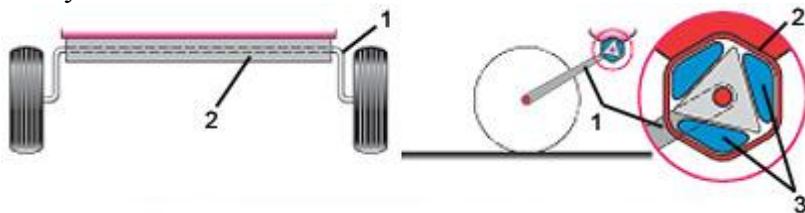

Рис.3. Устройство оси на резино-жгутовом торсионе
3.4.1 Ось на резино-жгутовом торсионе независимая (Рис.3.) состоит из трех профилированных труб (2), две из которых вставлены внутрь третьей. Между трубами защемлены резиновые жгуты (3). Наружная труба закреплена поперечно на раме. К торцам внутренних труб крепятся маятниковые рычаги (1) со ступицами. Подвески такого типа практически не требуют обслуживания.